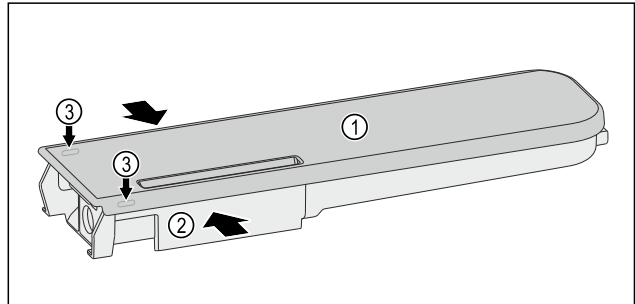

Fig. 149
- ▶ Сожмите бак для воды Fig. 149 (2) и осторожно возьмите крышку Fig. 149 (1) за фиксирующие выступы Fig. 149 (3) и потяните ее вверх.
- ▶ Слегка подвигайте крышку Fig. 149 (1) вперед и назад и снимите, приподняв вверх.